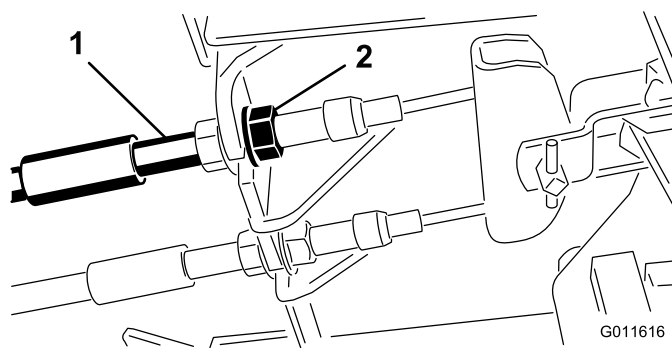

Figura 67
1. Para reducir la holgura de los pedales de freno, apriete los frenos aflojando la tuerca delantera del extremo roscado del cable de freno (Figura 67).